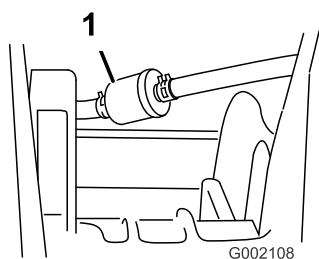

Рисунок 32
3. Снимите зажимы, крепящие топливный фильтр к топливным линиям (Рисунок 32).